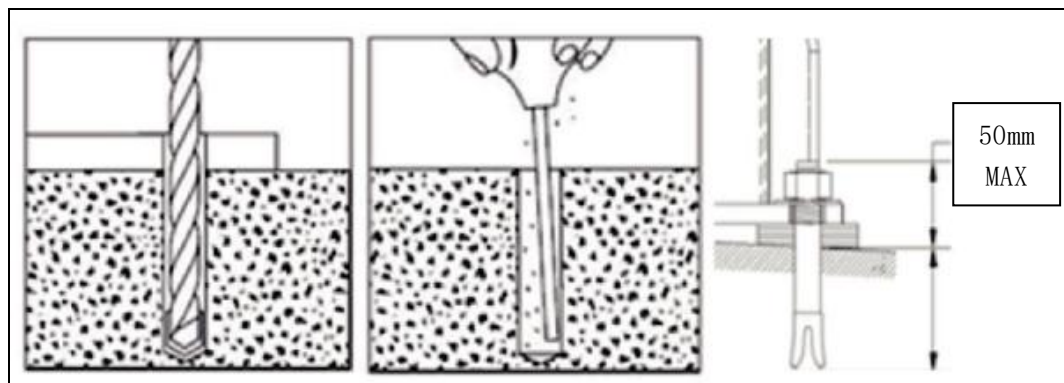

Figura 5
7.3 Posizionare la colonna principale sulla fondazione, praticare fori con martello perforatore, rimuovere la polvere dai fori con aspirapolvere, inserire i bulloni di ancoraggio a percussione. La parte sporgente del bullone dal pavimento non deve superare 50 mm; non serrare completamente i dadi (Figura 5).